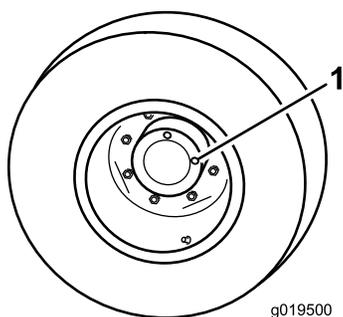

Figura 42
un tappo di controllo (Figura 42) si trovi a ore 12 e l'altro a ore 3.
1. Tappo di controllo/spurgo (2)
2. Rimuovete il tappo a ore 3 (Figura 42). L'olio deve essere in fondo al foro del tappo di controllo.